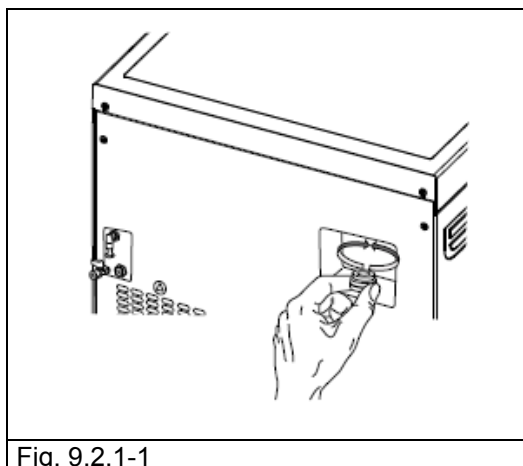

Fig. 9.2.1-1
2. Allentare in senso antiorario il tappo (Fig. 9.2.1-1), posto sulla parte superiore della valvola, sino a raggiungere il fine corsa e lo scorrimento a vuoto.